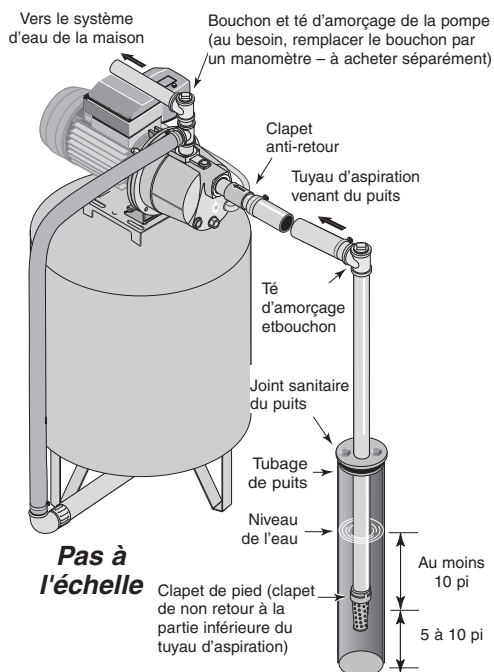

Figure 2 : Installation dans un puits à tubage
INSTALLATION SUR UN PUIT À TUBAGE DE 2 POUCES DE DIAMÈTRE OU PLUS GRAND (VOIR LA FIGURE 2)
2. Brancher le clapet de pied, la crépine et le tuyau du puits (voir la Figure 2). S'assurer que le clapet de pied fonctionne librement.
4. Poser le té d'amorçage, le bouchon d'amorçage et le tuyau d'aspiration sur la pompe (voir la Figure 2). Brancher le tuyau provenant du puits sur l'orifice d'aspiration de la pompe en utilisant le moins possible de raccords - en particulier des coudes - étant donné que les raccords augmentent le frottement de l'eau dans les tuyaux (il faut toutefois ajouter un clapet de pied - voir la Figure 2). Le diamètre du tuyau d'aspiration doit être au moins aussi grand que le diamètre de l'orifice d'aspiration de la pompe. Utiliser du ruban téflon ou de la pâte pour raccords filetés à base du téflon sur les raccords filetés. Supporter le tuyau de façon qu'il ne soit pas cintré afin qu'il n'exerce pas de contraintes sur le corps de la pompe; de plus, il doit être légèrement incliné vers le haut, du puits jusqu'à la pompe (les points hauts risquent de causer des poches et des bouchons d'air dans la pompe). Rendre étanches les raccords du tuyau d'aspiration avec du ruban téflon ou une pâte pour raccords filetés à base de téflon. Les raccords doivent être étanches à l'air et à l'eau. **Si le tuyau d'aspiration aspire de l'air, la pompe ne pompera pas l'eau du puits.**